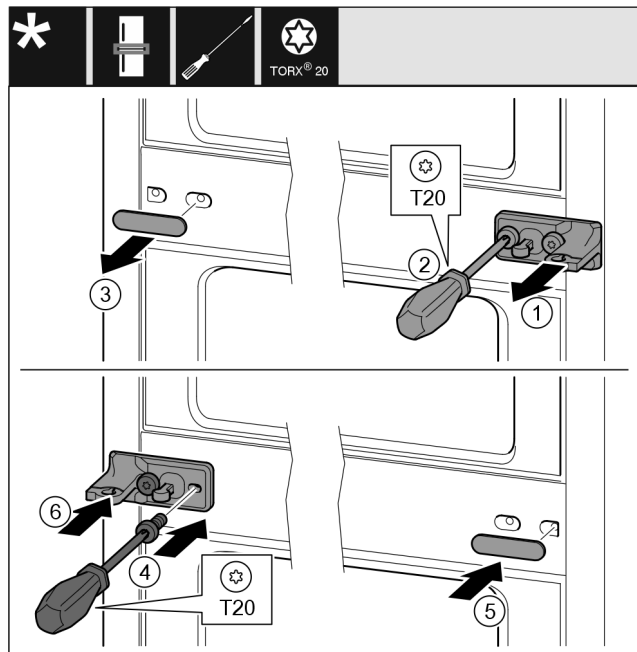

Fig. 12
- Свалете шайбата Fig. 12 (1).
- С отвертка отвийте винтовете Fig. 12 (2).
- Свалете внимателно капака Fig. 12 (3).
- Затегнете здраво от другата страна лагерната стойка с фолио Fig. 12 (4), завъртяна на 180°.
- Поставете капака Fig. 12 (5), завъртян на 180°, от другата страна.
- Нахлузете отпред шайбата Fig. 12 (6).